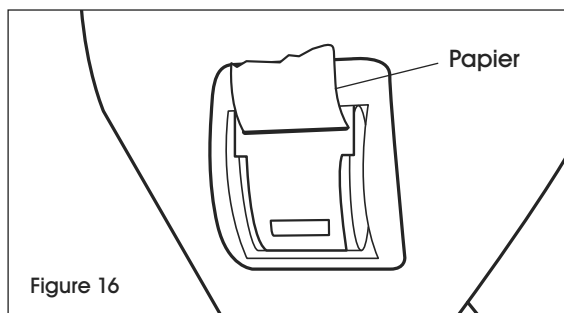

Figure 16
2. Insérez le rouleau de papier. Faites passer l'extrémité du rouleau de papier à travers le couvercle. (Voir Figure 16)